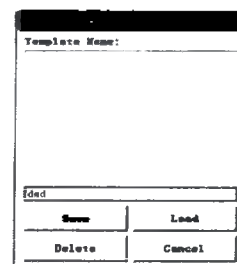

Рис. 10-10: Диалоговое окно «System Template Management».
- 2) Нажать на кнопку «Template Management» (Управление шаблонами) ([Template Management]) на панели инструментов на странице картирования сердца. Появится диалоговое окно «System Template Management» (Управление шаблонами системы) (Рис. 10-10).